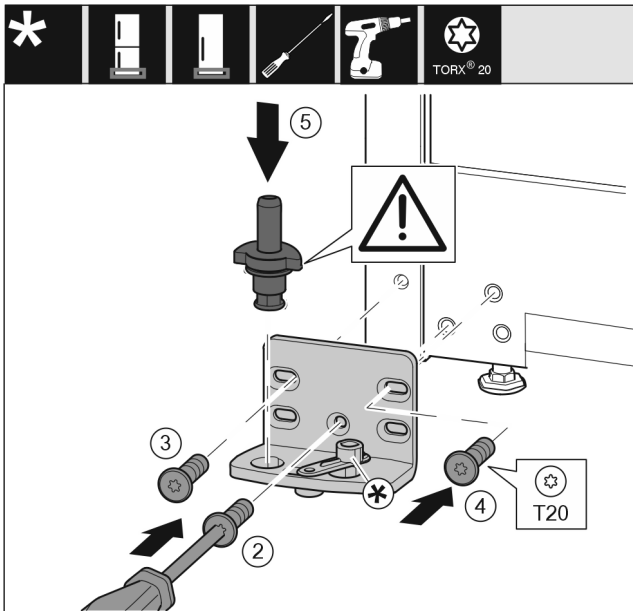

Fig. 17
- ▶ Установите опорный кронштейн с другой стороны и прикрутите с помощью отвертки T20. Начиная те с винта 2 снизу в центре. Fig. 17 (2)
- ▶ Затяните винты 3 и 4. Fig. 17 (3,4)
- ▶ Установите опорный палец в сборе. При этом следите за тем, чтобы выступ фиксатора был направлен назад. Fig. 17 (5)